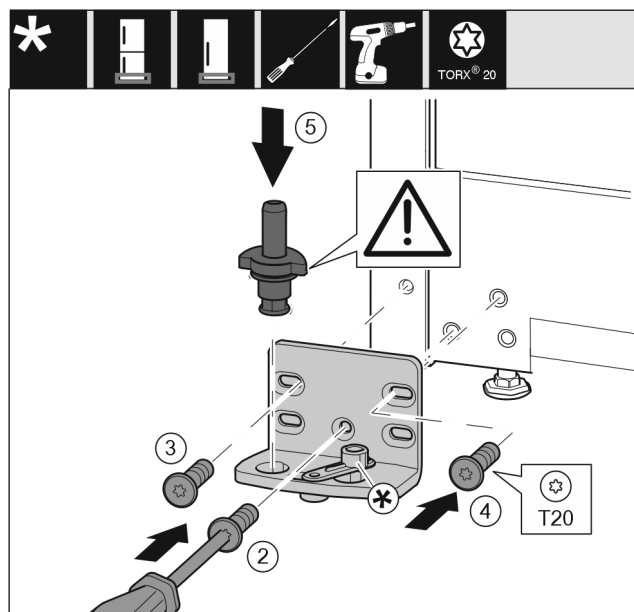

Fig. 18
- Nasadte stojan ložiska na druhé straně a přišroubujte pomocí šroubováku. Začněte šroubem Fig. 18 (2) dole uprostřed.
- Utáhněte šroub Fig. 18 (3) a šroub Fig. 18 (4).
- Zcela vložte ložiskový čep Fig. 18 (5). Přitom dávejte pozor, aby zajišťovací vačka směřovala dozadu.